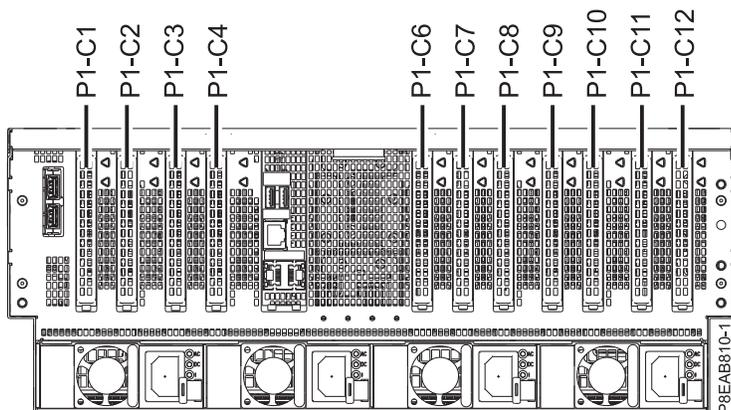

Figure 24. Emplacements de carte PCIe sur le système 8408-44E ou 8408-E8E
- Familiarisez-vous avec les emplacements de carte PCIe. Les cartes PCIe sont installées à l'arrière du système. La figure 24 illustre les emplacements des cartes PCIe sur un système 8408-44E ou 8408-E8E.